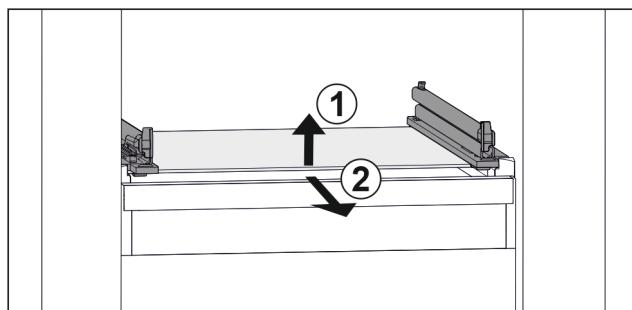

Fig. 160 Príklad zobrazenia sklenej dosky
- Nadvhnite sklenenú dosku vpred. Fig. 160 (1)
- Odoberte sklenenú dosku dopred. Fig. 160 (2)